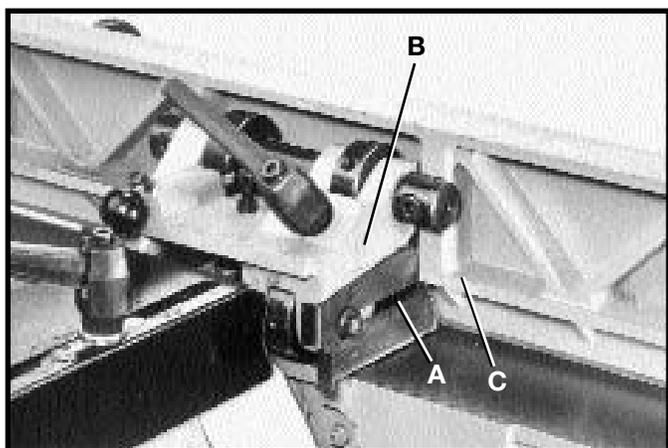
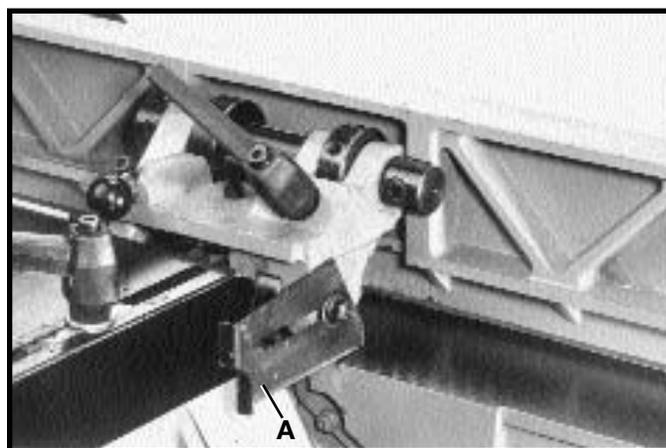

Fig. 55
Fig. 56
Se suministran dos guías, una de las cuales aparece en (A) Fig. 55, a cada lado del soporte de la guía para cerrar la abertura entre el soporte de la guía (B) y la guía (C), limitando el acceso al cabezal de corte. Cuando se inclina la guía, el protector (A) Fig. 56, puede empujarse hacia atrás, como se ilustra aquí. Después de haber devuelto la guía a la posición de 90 grados, sencillamente empuje el protector (A) Fig. 56 hacia adelante para cerrar la abertura. La Fig. 55 ilustra el protector (A) debidamente ajustado.